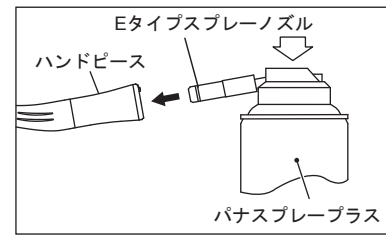

図11
- 2) Eタイプスプレーノズルをハンドピース後部へ挿し込み、2～3秒間のスプレーを2～3回繰り返して、ハンドピース先端から出るオイルに血液等の異物がまざらなくなるまで内部の洗浄注油を行います。(図11)